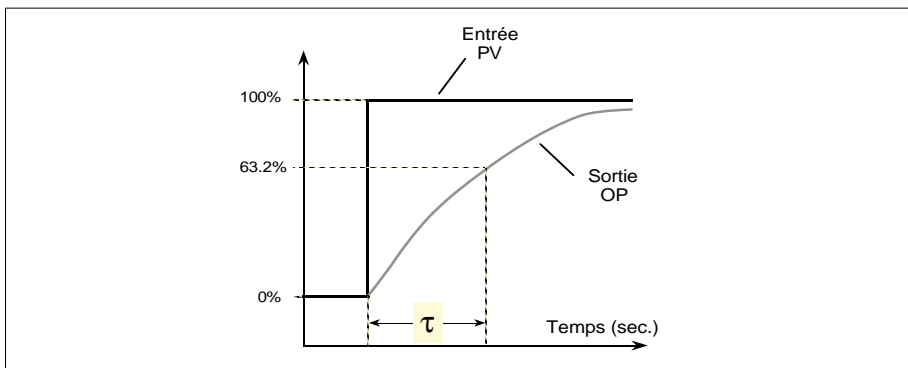

Figure 4-4 Définition de la constante de temps du bloc FILTRE
- τ = Constante de temps du filtre (secondes). (Voir figure 4-4)
Filter (Filtre). Constante de temps du filtre (= t secondes). Voir la définition de la figure 4-4.